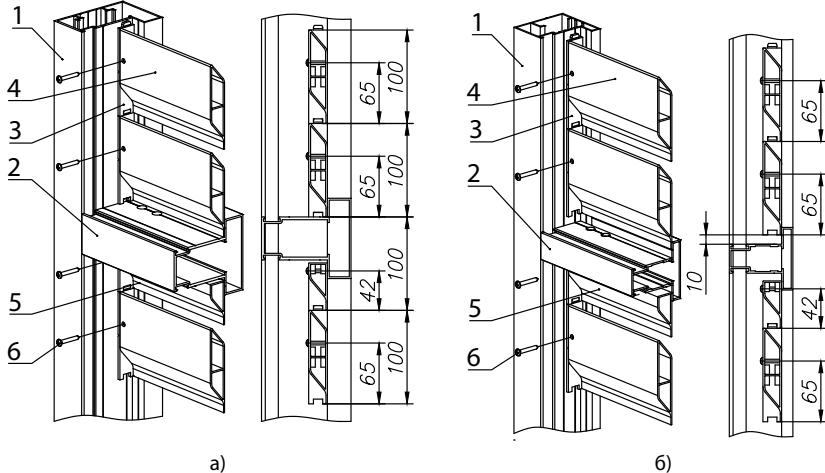

Рис. 38. Заполнение алюминиевым профилем «жалюзи»
Схема монтажа при наличии в изделии горизонтального имposta представлена на рис. 38.
- при изготавлении изделия на профиле 96 мм нижний профиль заполнения устанавливается вплотную к импосту (рис. 38а).
- при изготавлении изделия на профиле 68 мм нижний профиль заполнения устанавливается на расстоянии 10 мм от импоста (рис. 38б).